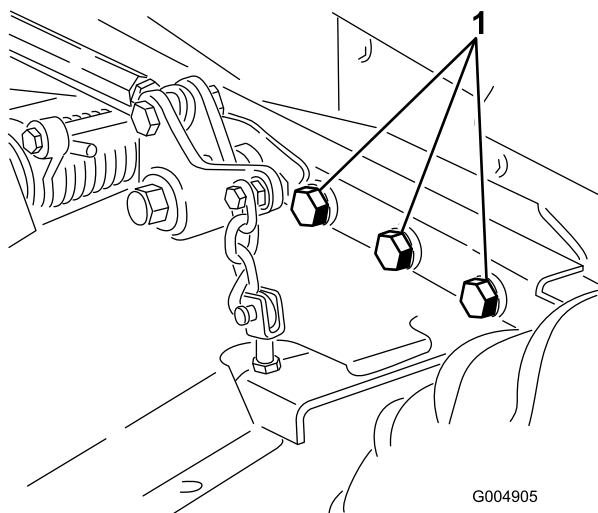

Figura 58
5. Compruebe que todos los herrajes están bien apretados; apriételos si es necesario. Apriete los 6 pernos que fijan el bastidor de la carcasa del cortacésped a la unidad de tracción (Figura 58) a 359 N·m.